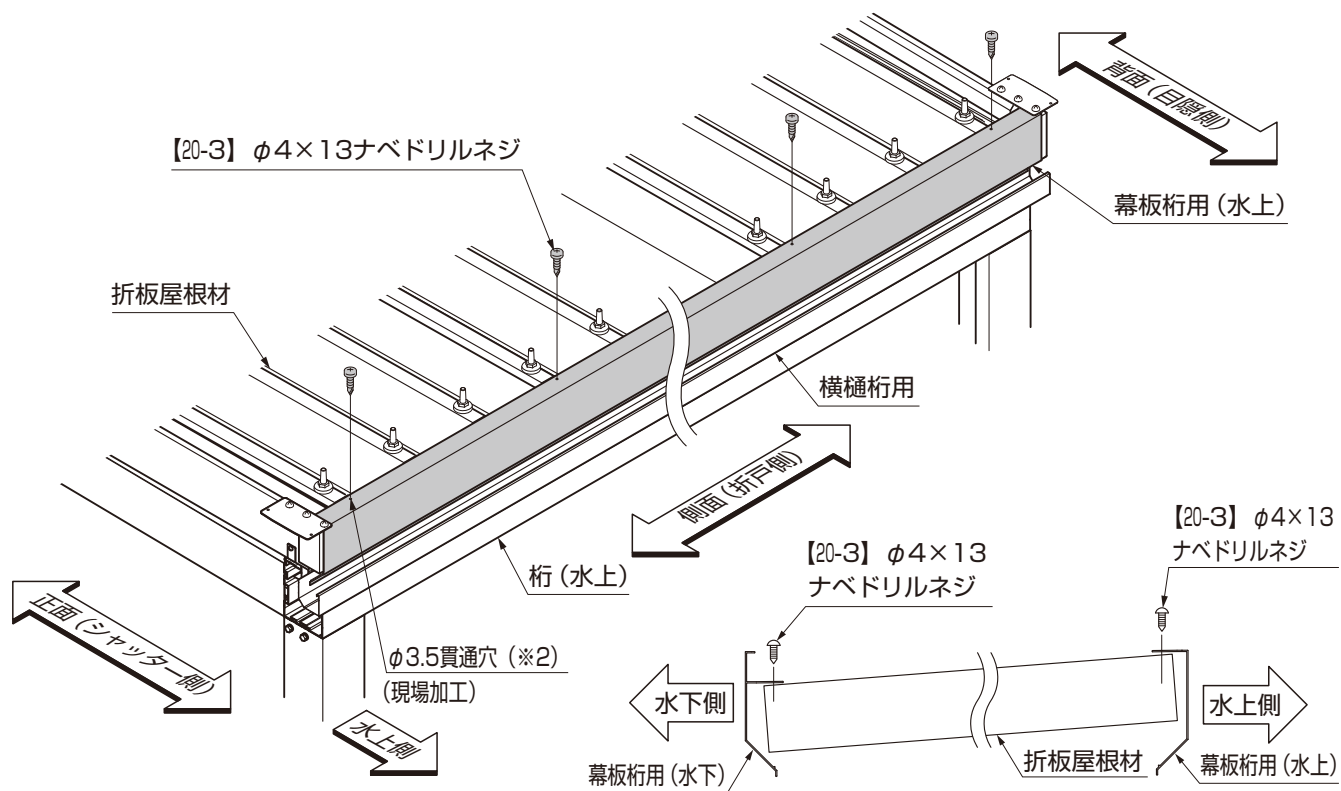

図17-4 幕板桁用の取付け
- 幕板桁用（水上）と幕板桁用（水下）で取付け高さが異なります。（図17-4参照）
- ⑤折板の山に合わせて、幕板桁用と折板屋根材に、φ3.5（※2）の穴加工をして貫通させてください。
- ⑥幕板桁用と折板屋根材を【20-3】で取付けてください。